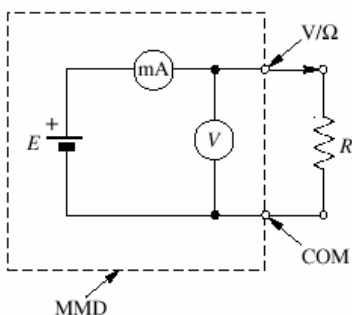

Fig. S6 Schema equivalente dell'MMD come L -metro.
**Ohmetro.** In questo modo di funzionamento le sonde devono essere collegate come indica la fig. S6. Lo strumento impone nella resistenza  $R$  incognita una corrente  $I$  (con verso dal terminale  $V/\Omega$  al terminale COM nei MMD) di valore prefissato e dipendente dalla portata. Misurando la tensione ai capi della resistenza, il multimetro fornisce direttamente il valore di  $R$ . Si ricordi che per misurare il valore di un resistore inserito in un circuito, occorre scollegarlo dopo aver tolto l'alimentazione al circuito.